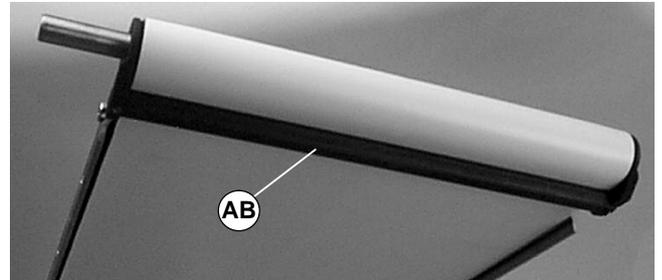

Abbildung 19
1. Bei einem Flachbandförderer den/die unteren Abstreifer entfernen und zur Seite legen (AB siehe Abbildung 19).
- Den/die unteren Abstreifer entfernen und zur Seite ablegen (AB siehe Abbildung 19).
- Bei einem Flachbandförderer den/die unteren Abstreifer installieren (AB siehe Abbildung 19). Die Madenschrauben im Rahmen zentrieren und mit 3,7 Nm festziehen.
4. Die Klemmplatenschrauben (W) mit 9 Nm festziehen.
5. Bei einem Flachbandförderer den/die unteren Abstreifer installieren (AB siehe Abbildung 19). Die Madenschrauben im Rahmen zentrieren und mit 3,7 Nm festziehen.
3. Bei einem Flachbandförderer den/die unteren Abstreifer installieren (AB siehe Abbildung 19). Die Einstellschrauben im Gestell zentrieren und auf 3,7 Nm festziehen.